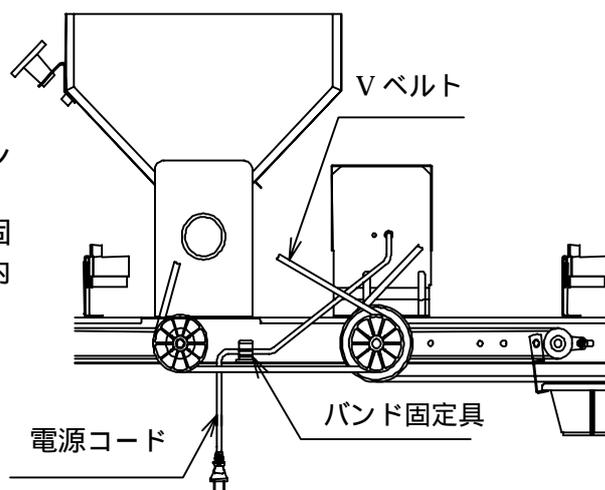

図3
- (d) モーターベース後側から出ている電源コードがVベルトやプーリーに巻き込まれないように固定します。バンド固定具にインシュロックタイを通し、電源コードを固定し、図3のようにレール内に貼り付けて下さい。